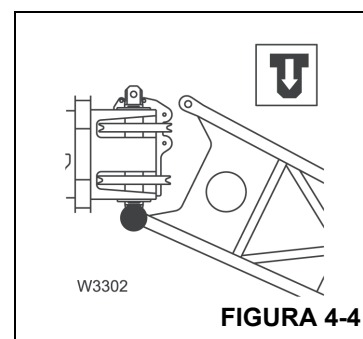

FIGURA 4-4
4. Eleve a extensão de duas seções na frente da lança principal com o guindaste auxiliar e trave a seção de 33 pés (10 m) à direita da cabeça da lança principal (Figura 4-4).